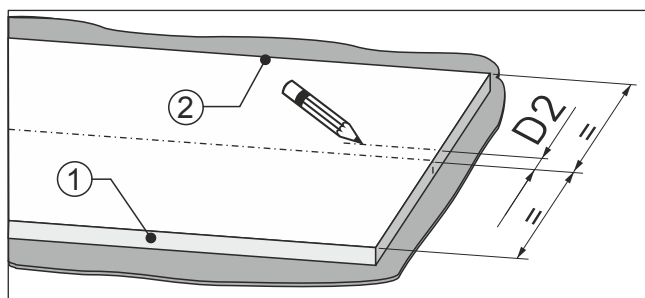

Fig. 91
- Mérje le a méretet Fig. 91 (D2) az előlap közepétől az ajtó záródási oldaláig Fig. 91 (2).